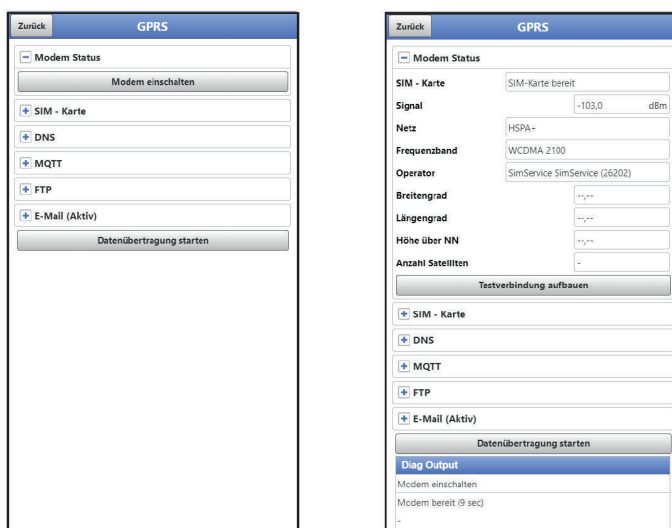

Abb. 38-3 Modem Status / SIM-Karte Status
2. So lange warten, bis die Suche des Geräts nach den GPS-Koordinaten (Breiten-/Längengrad) erfolgt ist und diese im Menü (siehe Abb. 38-3) eingetragen sind. Das kann durchaus einige Minuten dauern.